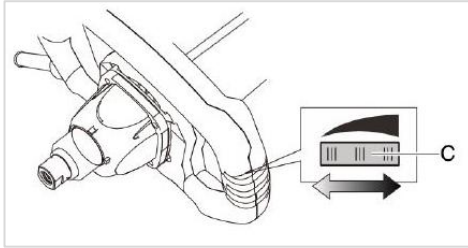

Abbildung 3
- Feststellen des Schalters für längeren Gebrauch (Abbildung 3). **Achtung! Halten Sie das Elektrowerkzeug zu jeder Zeit mit beiden Händen fest in der Hand. Sollte das Werkzeug verklemmen, wirken sehr starke Kräfte.**